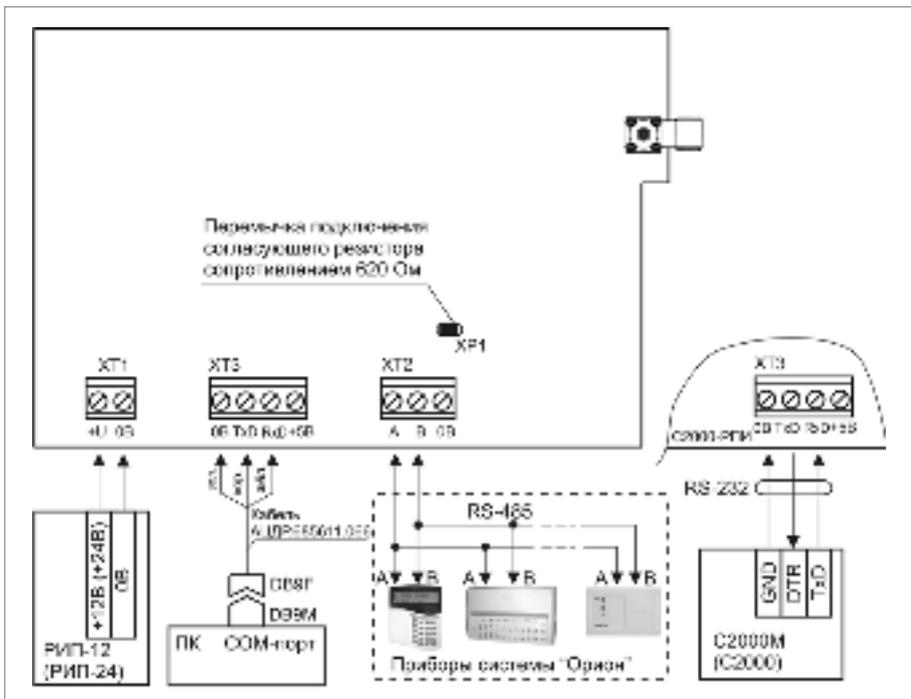

Рисунок 2. Схема подключения «С2000-РПИ»
1.3. Подключите РПИ в соответствии с проектной документацией и схемой на рис. 2. Обращаем Ваше внимание на то, что перед монтажом используемые РПИ должны быть объединены в сеть.